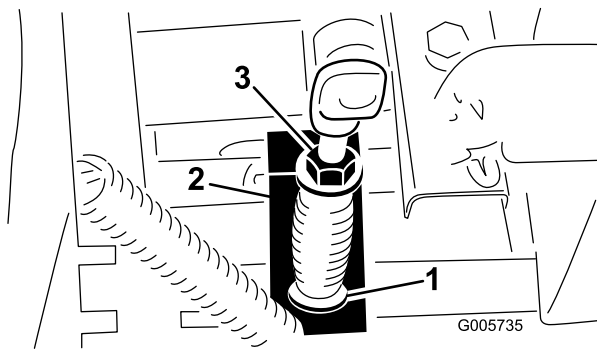

Figure 66
3. Mesurez la longueur du ressort de prise de force entre les rondelles plates (Figure 66). Elle doit être égale à 81 mm.
4. Si elle doit être modifiée, maintenez la tête de la vis de réglage avec une clé (placée sous le bras de commande de PDF) et tournez le contre-écrou (Figure 66).